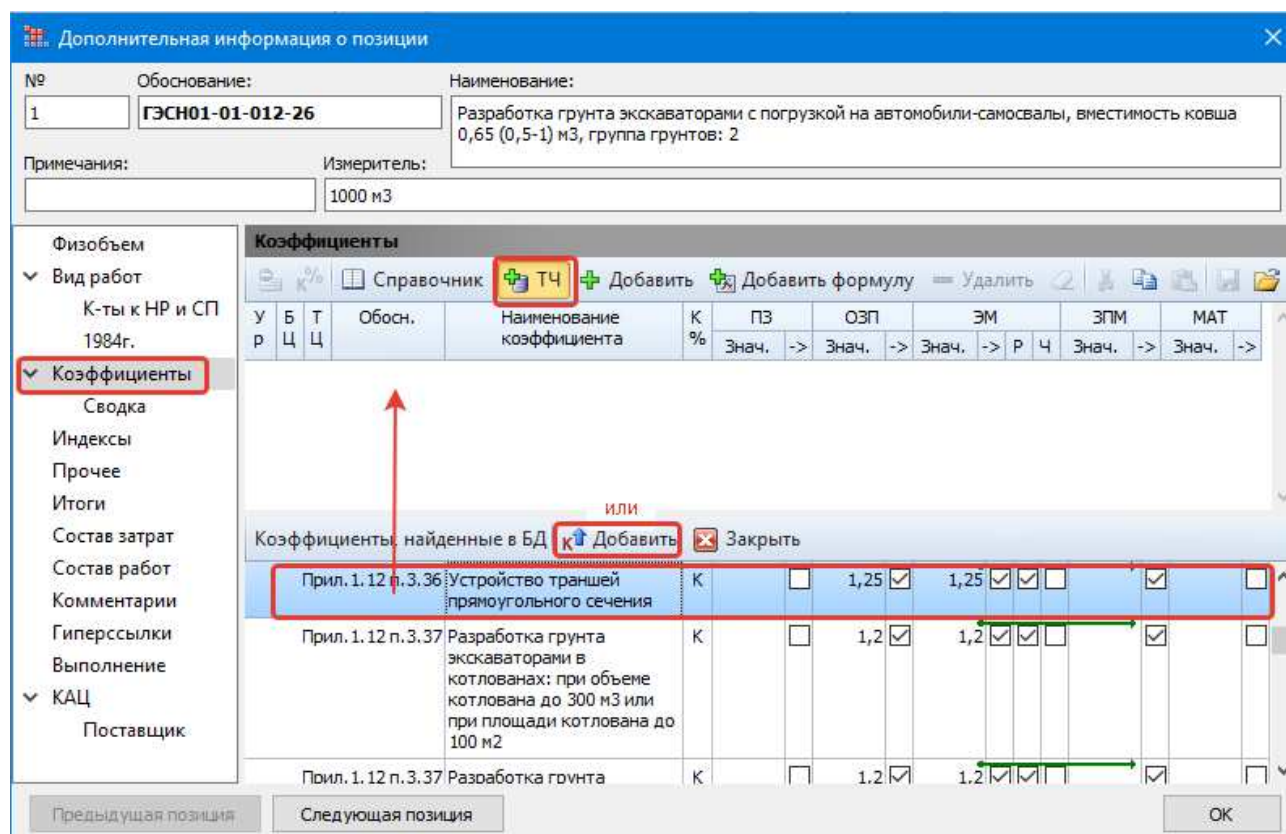

Рисунок 7.2. Добавление коэффициента из технической части сборника
- В окне **Дополнительная информация о позиции** выберите вкладку **Коэффициенты** (рис. 7.2).